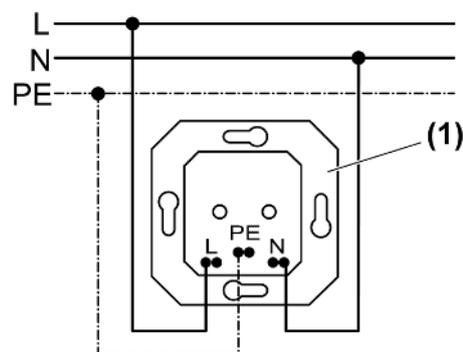
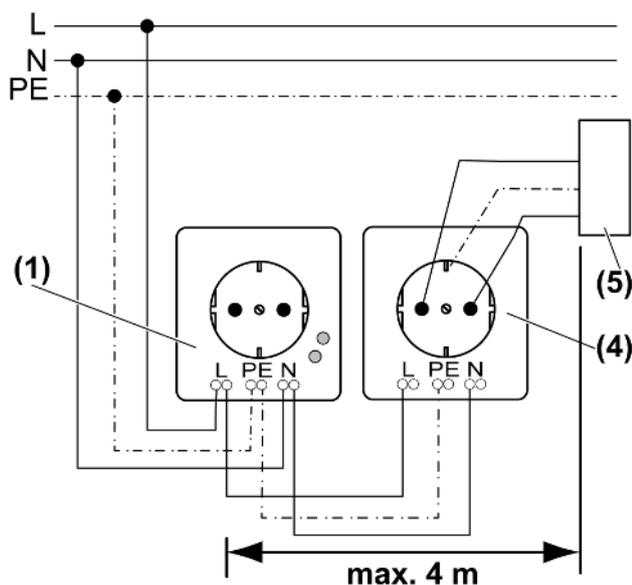

Figure 2: Schéma de raccordement d'une prise de courant individuelle
Figure 3: Schéma de raccordement d'une combinaison de prises de courant
- (1) Prise de courant protégée contre la surtension
(4) Modèle normal de prise de courant
(5) Consommateur
- Raccorder la prise de courant protégée contre la surtension conformément au schéma de raccordement d'une prise de courant individuelle (Figure 2) ou au schéma de raccordement d'une combinaison de prises de courant (Figure 3).